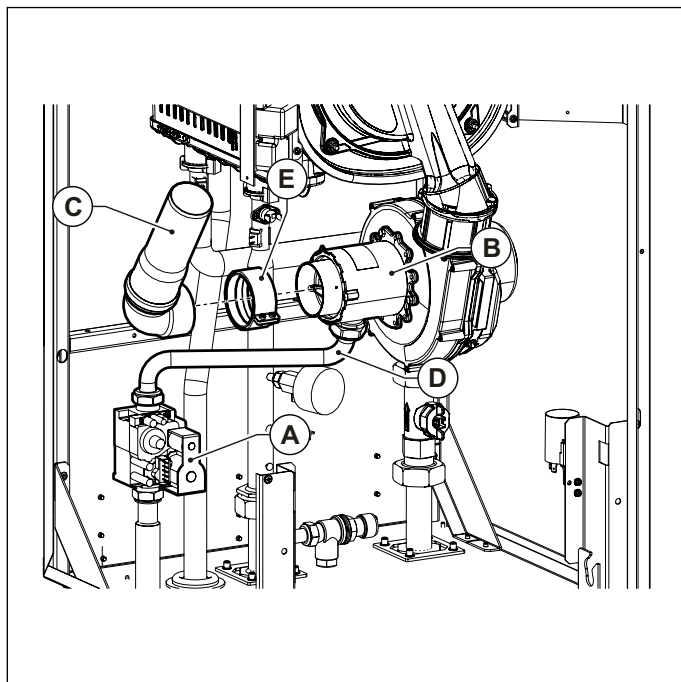

Fig. 32 Tobă de aspirație
- Scoateți amortizorul de aspirație **C** de pe amestecător. La modelul KR 60, înainte de a scoate amortizorul, scoateți manșonul **E** care îl fixează pe amestecător **B** (consultați Fig. 32 Tobă de aspirație).
- Deconectați tubul de alimentare cu gaz **D** de la amestecător (consultați Fig. 32 Tobă de aspirație).
- Conectați tubul de alimentare cu gaz **D** la amestecător (consultați Fig. 32 Tobă de aspirație).
- Montați la loc amortizorul de aspirație **C** pe amestecător. La modelul KR 60, amortizorul trebuie fixat cu manșonul **E** (consultați Fig. 32 Tobă de aspirație).